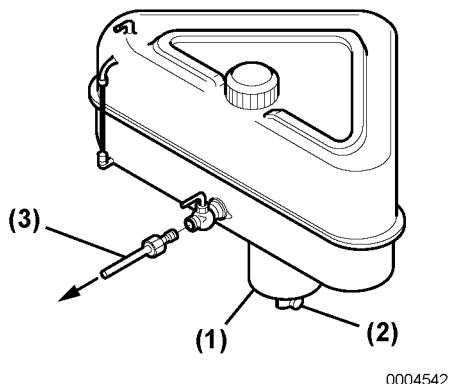

Figura 4
2. Coloque un contenedor bajo el grifo de drenaje (**Figura 4, (2)**) para recoger el combustible.